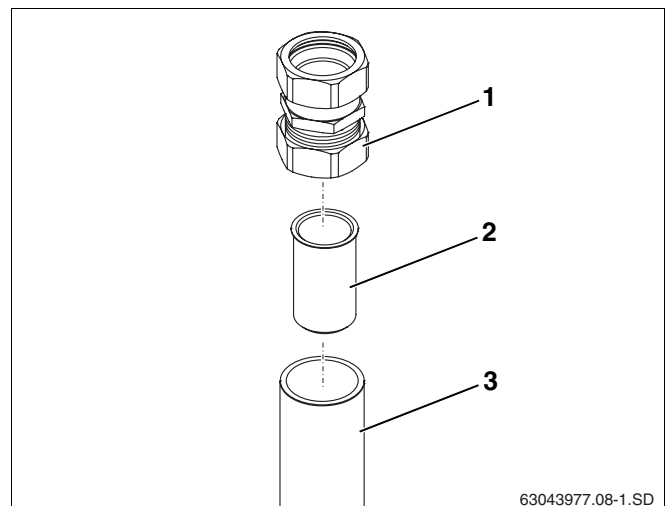

Abb. 7 Stützhülsen einlegen
- Twin Tube 15-Rohre (Abb. 7, **Pos. 3**) richtig ablängen, um diese 2–3 cm in die Klemmringverschraubungen (Abb. 7, **Pos. 1**) einschieben zu können.
Sollte eine Verlängerung einzelner Rohrstücke erforderlich sein, so kann diese mit Hilfe der Klemmringverschraubung (Abb. 7, **Pos. 1**) ausgeführt werden.
- Stützhülsen (Abb. 7, **Pos. 2**) in die Twin Tube 15-Rohre (Abb. 7, **Pos. 3**) einführen.
- Abgelängten Twin Tube 15-Rohre (Abb. 7, **Pos. 3**) vollständig bis zum Anschlag in die vorbereiteten Klemmringanschlüsse einschieben.
- Überwurfmutter mit Klemmringverschraubung (Abb. 7, **Pos. 1**) mittels eines geeigneten Schraubenschlüssels kontern.